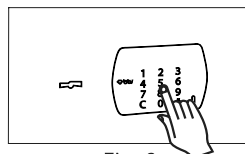

Fig. 2
- Marcar los números de la combinación (Fig. 2). Al salir de fábrica, las cajas tienen la combinación 1 2 3 4 5 6. Con cada pulsación oirá un "beep" y se encenderá la luz roja. En el caso de que no marque ninguna tecla durante 7 segundos, se desactivará el sistema; en este caso, volver al principio.